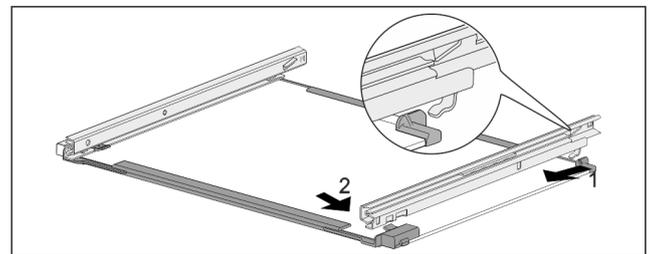

Fig. 206 Glasplatte mit Schienen
- ▶ Schiene hinten einhaken. Fig. 206 (1)
- ▶ Schiene vorne einrasten. Fig. 206 (2)